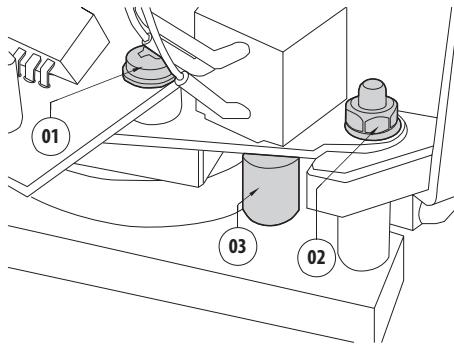
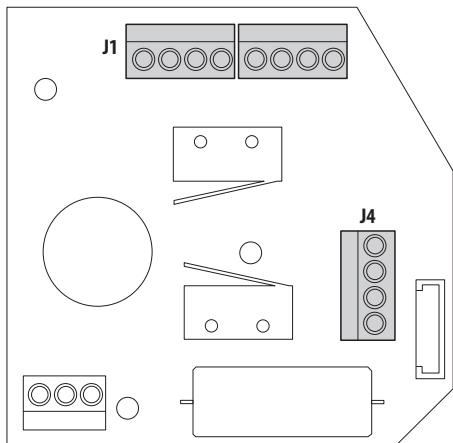

Fig. 3
Fig. 4
4. Allentare la vite di fissaggio (01) ed il dado (02) della barra porta potenziometro del movimento orizzontale (Fig. 3, pagina 6).
5. Disimpegnare il pignone (03) dalla ruota dentata.
6. Collegare un ohmetro tra i contatti Vcc e Pan del morsetto J4 (Fig. 4, pagina 6). Ruotare l'alberino del potenziometro fino a misurare un valore di 1875Ω circa.
7. Riposizionare il potenziometro con il pignone (03).
8. Serrare la vite di fissaggio (01) ed il dado (02) (Fig. 3, pagina 6).
9. Ripetere la stessa operazione con il movimento verticale misurando il valore ohmico tra i contatti Vcc e Tilt del morsetto J4 (Fig. 4, pagina 6).
Identificare sulla scheda connettori il morsetto per il collegamento del brandeggio alle unità di comando (J1) (Fig. 4, pagina 6).
Identificare sulla scheda connettori il morsetto per il collegamento dei potenziometri (J4) (Fig. 4, pagina 6).